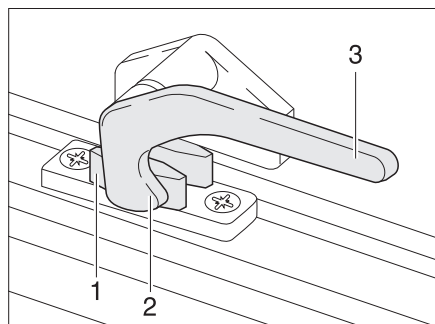

Bild 8 Verriegelungshebel in Stellung "geschlossen"
- Den Verriegelungshebel (Bild 8,3) eine viertel Umdrehung zur Fenstermitte hin drehen.
- Den Verriegelungshebel (Bild 8,3) eine viertel Umdrehung zum Fensterrahmen hin drehen. Die Verriegelungsnase (Bild 8,2) liegt auf der Innenseite der Fensterverriegelung (Bild 8,1).
- Den Verriegelungshebel wieder zurückdrehen. Die Verriegelungsnase (Bild 8,2) dabei in die Aussparung der Fensterverriegelung (Bild 8,1) einfahren.